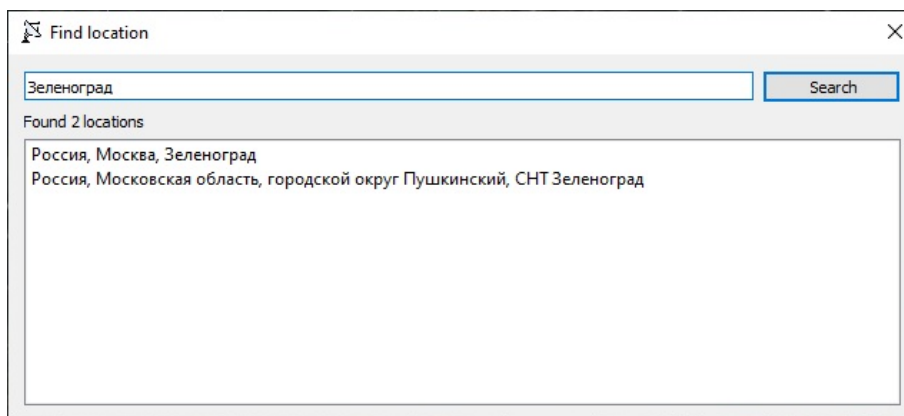

Рисунок 10 — Поиск местоположения с использованием виджета Location Search
2.3.2.2.2 Для поиска местоположения следует либо перемещаться по карте, либо воспользоваться виджетом *Location Search* (рисунок 10).